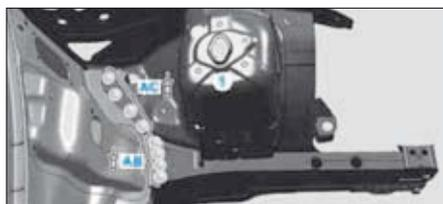

FIG. 40
- Riveter le passage de roue avant (1) avec un rivet de Ø 6,5 x 14,5 mm dans les zones (AB et AC) (Fig.40).